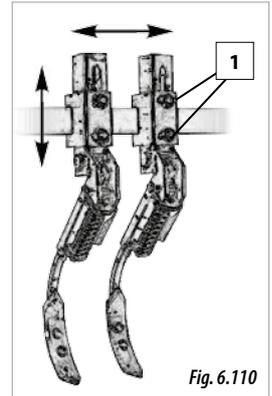

Fig. 6.110
- 1- Desserrez les écrous de fixation (1, Fig. 6.110).
- 3- Fixez la position à l'aide des écrous (1, Fig. 6.110).
AJUSTEZ HORIZONTALEMENT LES EFFACE-TRACES POUR LES ALIGNER SUR LES ROUES DU TRACTEUR, ET VERTICALEMENT POUR QU'ILS S'ENFONCENT SUFFISAMMENT POUR EFFACER LES TRACES DU TRACTEUR (Fig. 6.110).